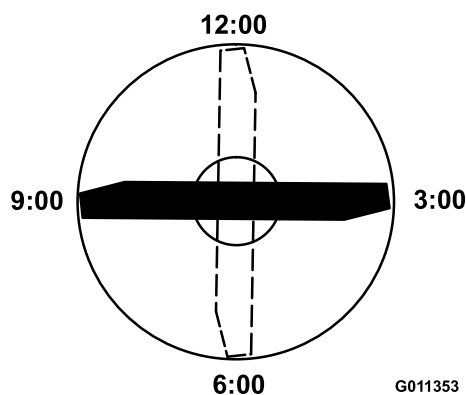

図 86
4. ブレードの印の付いているほうの端部を12時の位置車両進行方向に向け 図 86、作業台の表面からブレードの切っ先までの高さを測定する。
5. 印の付いている端部を3時の位置と9時の位置に向けて 図 86 それぞれ高さを測定する。